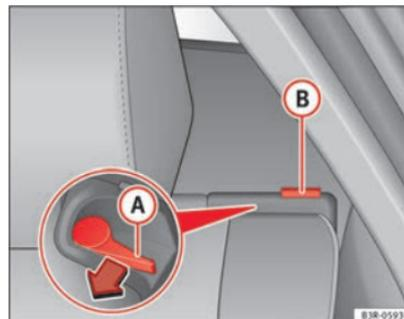

Fig. 116 Alavanca desbloqueadora do encosto
- Pressione a alavanca de desbloqueio **A** ⇒ Fig. 116 no sentido da seta.